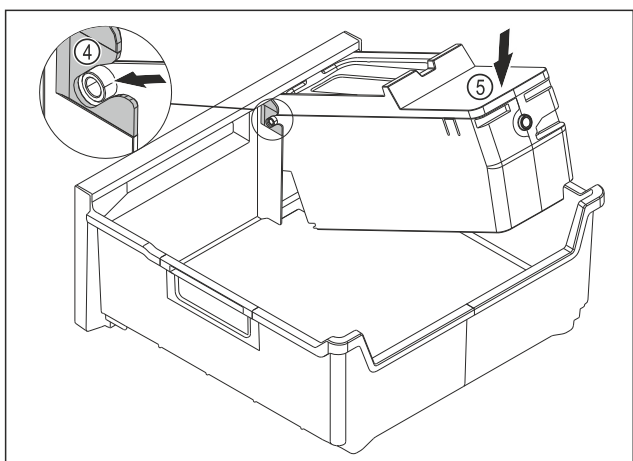

Fig. 134
- ▶ Montering af EasyTwist-Ice-legemet: Skub EasyTwist-Ice-legemets akser ind i føringerne Fig. 134 (4).
- ▶ Tryk EasyTwist-Ice-legemet Fig. 134 (5) ned bagtil.